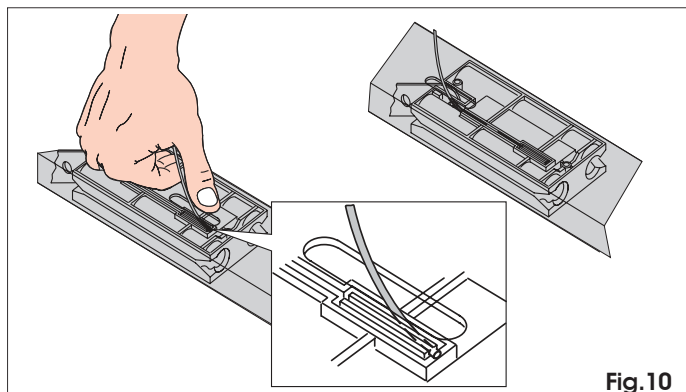

Fig. 10
- 2) Umieścić końcówkę kabla w specjalnym czerwonym gnieździe (Rys. 10).